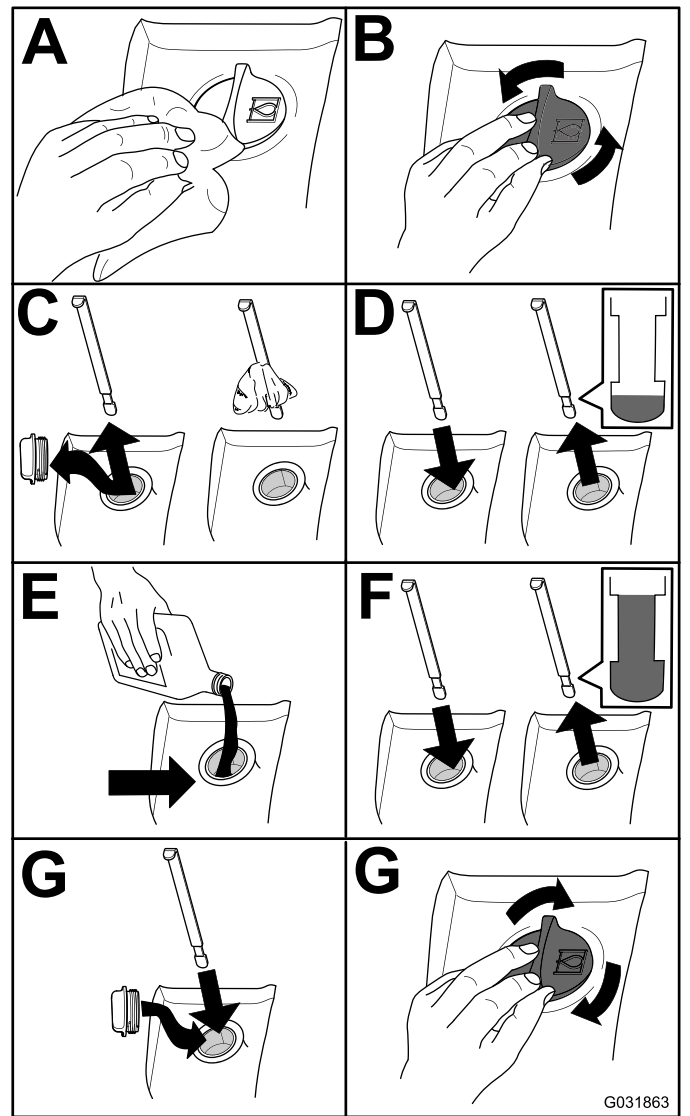

Bild 82
2. Prüfen Sie den Stand des Hydrauliköls (Bild 82).